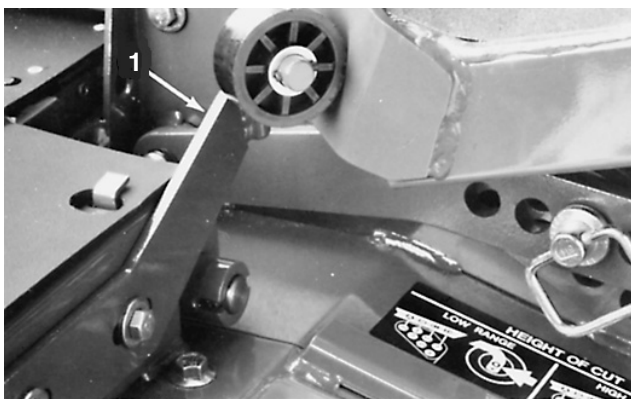

Figure 74
2. Desserrez les vis de fixation des supports des stabilisateurs au plateau et déplacez les supports vers l'extérieur (Fig. 74).